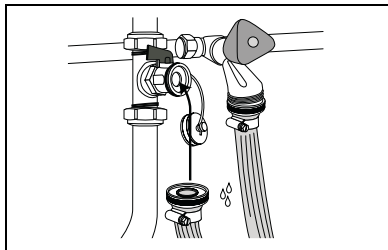

fig. 6 Vullen van de cv-installatie
- Sluit een slang aan op de waterkraan en laat deze vol lopen met water, zodanig dat er geen lucht meer in de slang zit (fig. 6).